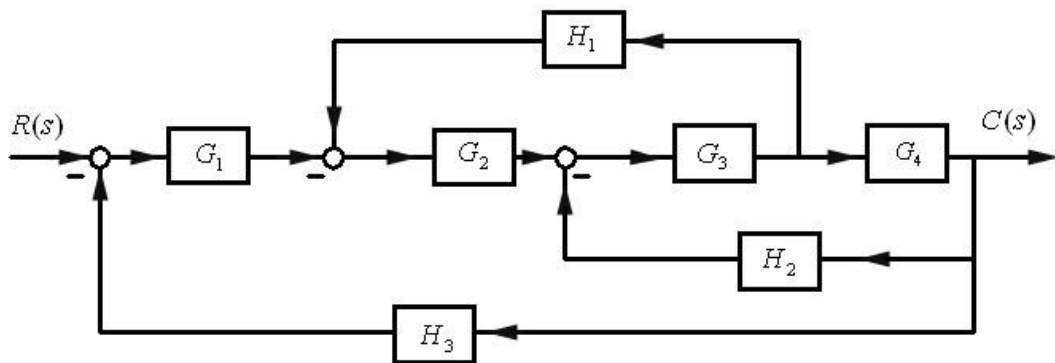

图 1 系统结构图示意图
1. 试简化图 1 中所示系统结构图, 并求传递函数 $C(s)/R(s)$ 。